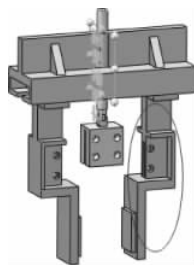

图 3-105 插入零件并添加配合
(5) 继续插入零件【夹具】, 并进行同样的配合约束, 使之与前一个夹具相对支座的右视基准面对称, 如图 3-105 所示。